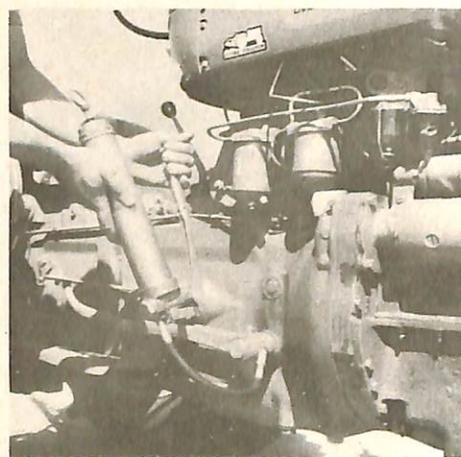

Fig. 5 - Articulação do pedal de freio sendo lubrificada com graxa
- Lubrificação das articulações - A lubrificação das articulações, principalmente da direção e dos mancais de pedais de freio e embreagem, é essencial para a sua durabilidade, pois os mesmos ficam expostos à intensa poeira que ocorre nos trabalhos de campo. Entre os pontos a serem lubrificados, temos as articulações do sistema de direção, pedais de freio e embreagem (Fig.5), mecanismo do sistema de engate de 3 pontos (manivela niveladora), eixo dianteiro (pivô e manga) e cubos-roda.